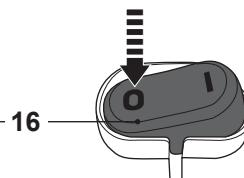

Fig. 21
- > Prima o interruptor On/off (16) para a posição O para desligar o produto (Fig. 21).